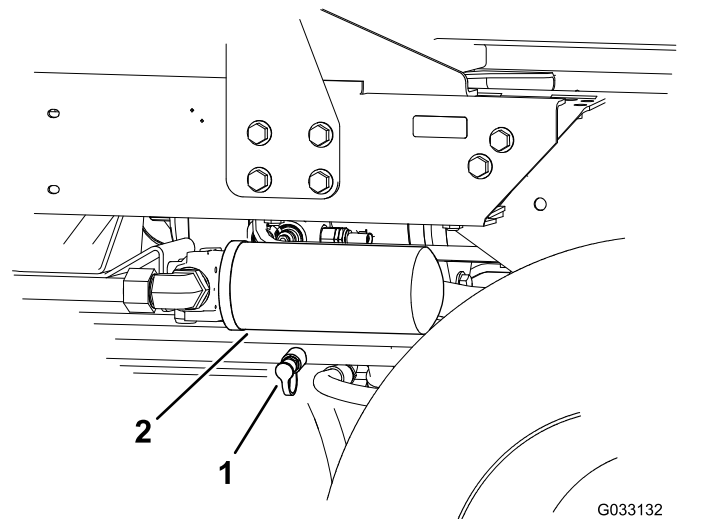

Figure 62
2. Branchez un flexible hydraulique entre le raccord de diagnostic monté dans le collecteur de déplacement arrière et la prise d'essai de pression de déplacement en marche arrière (Figure 62).